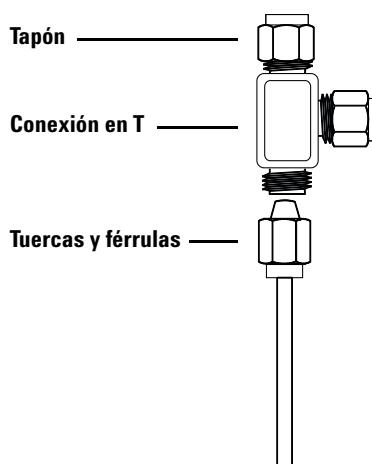

Figura 14 Unión en T Swagelok
- 1 Corte la tubería por el lugar donde desea colocar la unión en T. Conecte la tubería y la unión en T con una conexión Swagelok. Consulte la sección Figura 14.